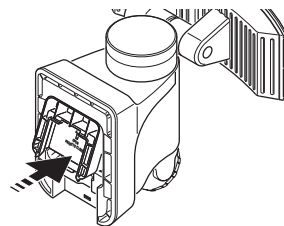

Figure 4
3. Insérez les pattes d'alignement dans le haut du couvercle de la pile dans les rainures à l'arrière du luminaire (voir la Figure 4).
4. Faites pivoter le couvercle de la pile vers le luminaire jusqu'à ce qu'il s'enclenche en place (voir la Figure 4).